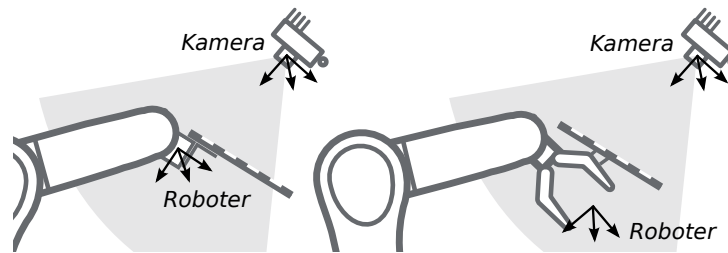

Abb. 5.19: Alternative Montageoptionen für die Befestigung des Kalibrierusters am Roboter
5.18 und Abb. 5.19 angegeben, angebracht werden.
Bemerkung: Für das Modul zur Hand-Auge-Kalibrierung spielt es keine Rolle, wie das Kalibriermuster in Bezug auf das benutzerdefinierte *Roboter*-Koordinatensystem genau angebracht und positioniert wird. Das bedeutet, dass die relative Positionierung des Kalibrier-musters zu diesem Koordinatensystem weder bekannt sein muss, noch für die Kalibrier-routine relevant ist (siehe in Abb. 5.19).